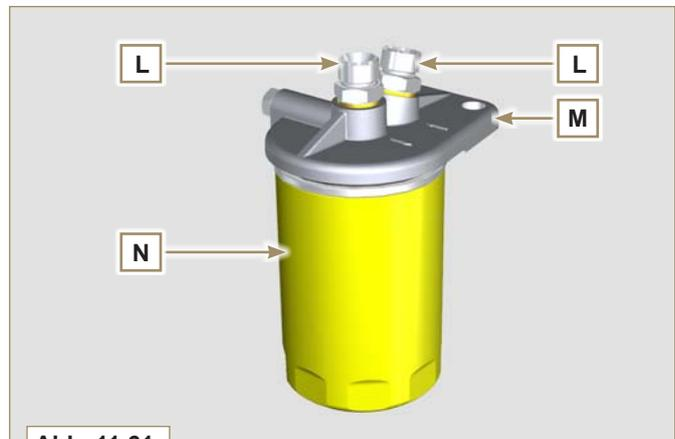
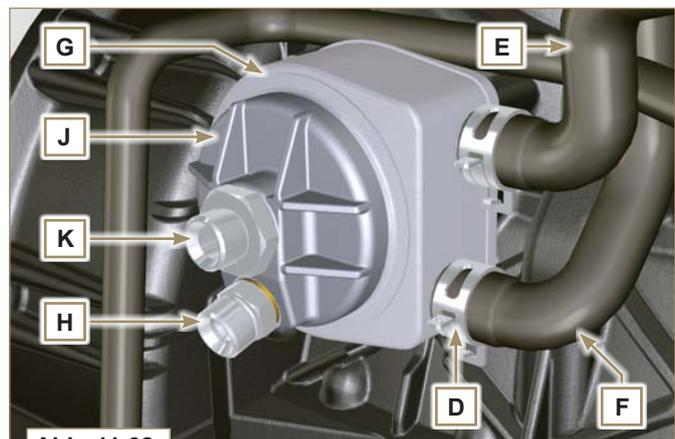

Abb. 11.61
Abb. 11.62
• Für den Ausbau der Rohre **B** und **C**, mit einem Schraubschlüssel die Anschlussstücke **K**, **H** (**Abb. 11.62**) und **L** (**Abb. 11.61**) blockieren, um zu vermeiden, dass diese abgeschraubt und gemeinsam mit den Muttern **A** entfernt werden, was einen Ölauslauf herbeiführen würde.